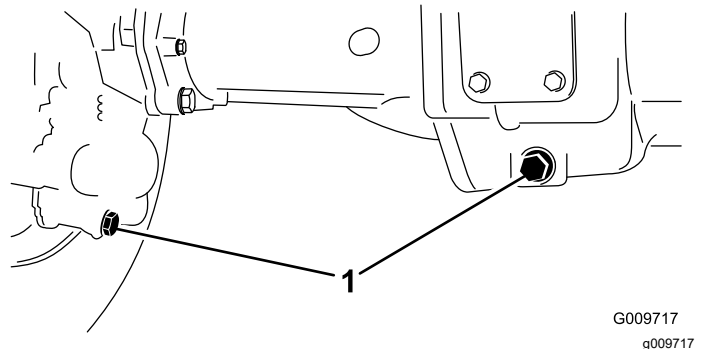

Bild 80
2. Reinigen Sie den Bereich um die drei Ablassschrauben, d. h. jeweils eine an jedem Ende und eine in der Mitte (**Bild 80**).